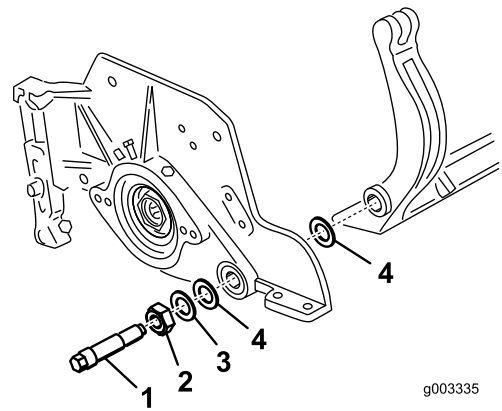
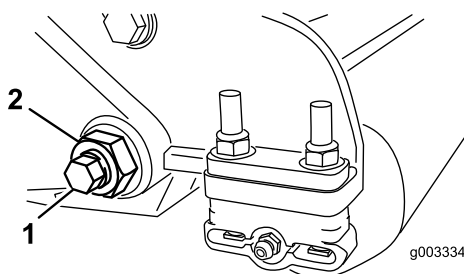

図 31
図 30
- ベッドバー・ボルト（図 30）を固定しているロックナット（機体両側）をゆるめる。
- 各ベッドバー・ボルトを抜いて、ベッドバーを下に引き抜いて外す（図 30）。ベッドバーの両端にナイロン・ワッシャとスチール・ワッシャが2枚ずつあるので注意する（図 31）。
- ベッド・バー・ボルト（とボルトについているナット）とワッシャ6枚で、ベッド・バーを各サイド・プレートに固定する。ナイロン・ワッシャはサイド・プレートの両側のボスに嵌め込む。その外側からスチール製ワッシャを取り付ける（図 31）。ベッドバー・ボルトを 27-33 ft.-lb (37-45 N-m = 4.6-1.7 kg.m) にトルク締めする。左右の遊びが完全になくなって外側のスチール製ワッシャが回らなくなるまで（ただし決して締めすぎになったりサイド・プレートが変形したりしていない）ロックナットを締め付ける。内側のワッシャには遊びがあってよい。